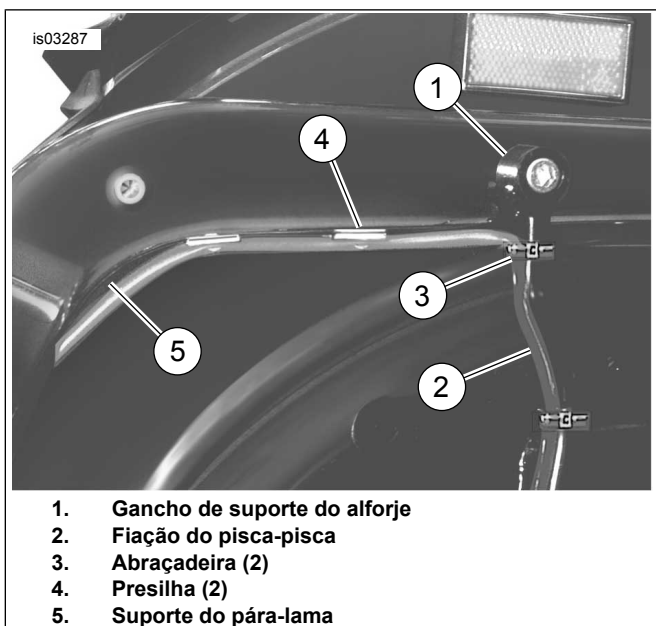

Figura 12. Orientação da fiação e instalação das abraçadeiras e presilhas
2. Conecte a metade fêmea do conector do pisca-pisca na metade macho no chicote de fios (2).
3. Remova o verso da fita adesiva das duas presilhas (3) e instale na placa de suporte.
5. Veja a Figura 12. Continue orientando a fiação por dentro do interior do gancho do suporte do alforje (1) e fixe a fiação do pisca-pisca (2) no gancho usando abraçadeiras (3). Corte o excesso de plástico das extremidades das abraçadeiras.
6. Remova o verso da fita adesiva das duas presilhas (4) e instale no fundo do suporte do pára-lama (5). Insira a fiação em cada presilha e dobre as lingüetas para prender a fiação.